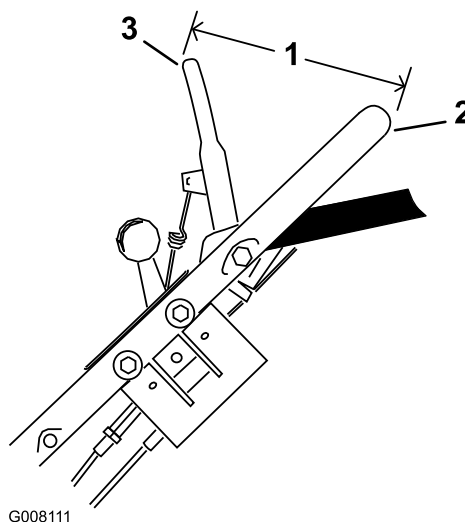

Figure 30
6. Maintenez la barre de commande de la lame de sorte que l'extérieur se trouve à 14 cm (5,5") de l'extérieur du guidon, puis tirez sur le câble pour éliminer le mou, mais sans tendre le ressort (Figure 30).